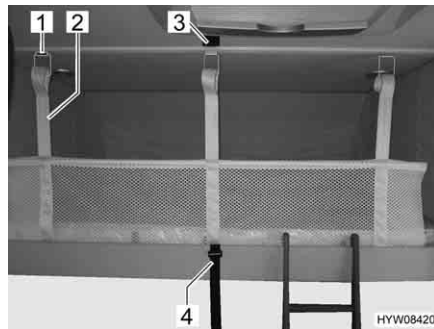

Fig. 60 Letto basculante con rete protettiva montata
- Staccare la cintura di ritegno (Fig. 60,4).
- Staccare le cinture di ritegno (Fig. 60,2) e sistemare la rete protettiva sotto il materasso.
- Assicurare il letto basculante al soffitto (Fig. 60,3) mediante la cintura di ritegno (Fig. 60,4).
- Agganciare le cinture di ritegno (Fig. 60,2) ai ganci (Fig. 60,1) del soffitto.